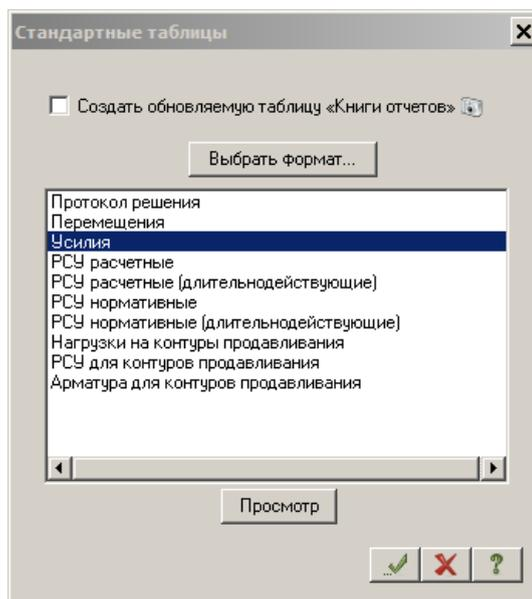

Рис.6.37. Диалоговое окно **Стандартные таблицы**
- После этого в диалоговом окне **Стандартные таблицы** (рис. 6.37) выделите строку **Усилия**.